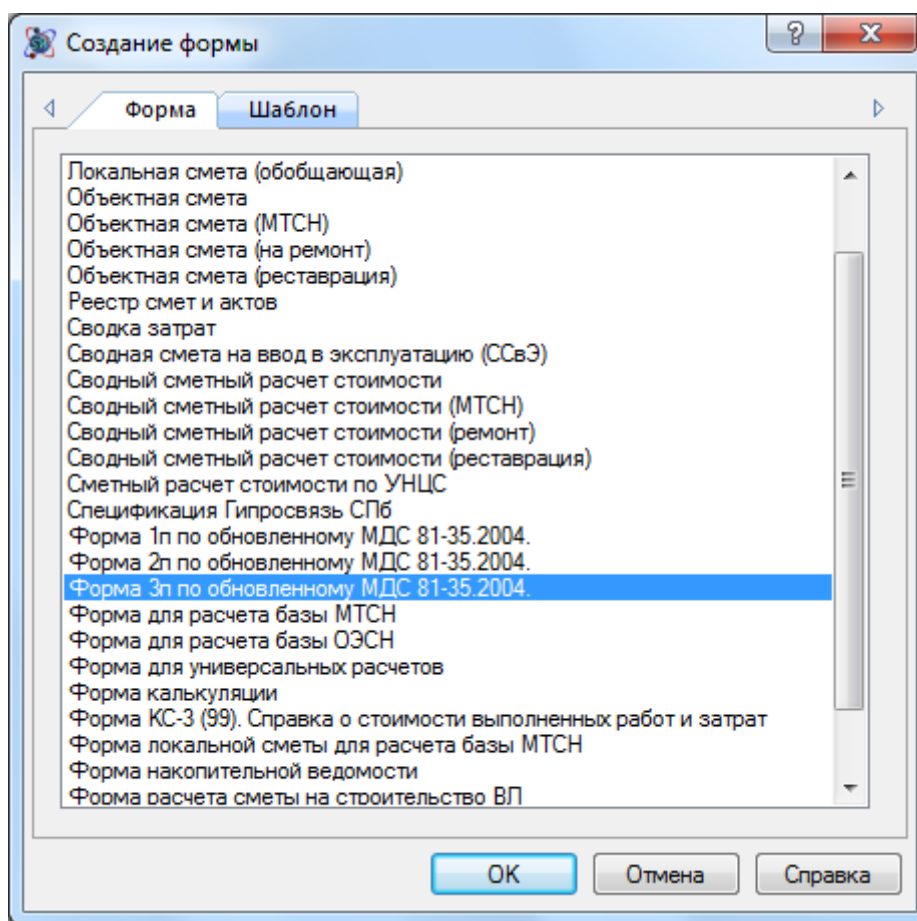

Рис. 2.1 Создание Формы 3п
3. В диалоговом окне *Создание формы* выбрать Форма 3п (рис. 2.1) и нажать кнопку ОК.